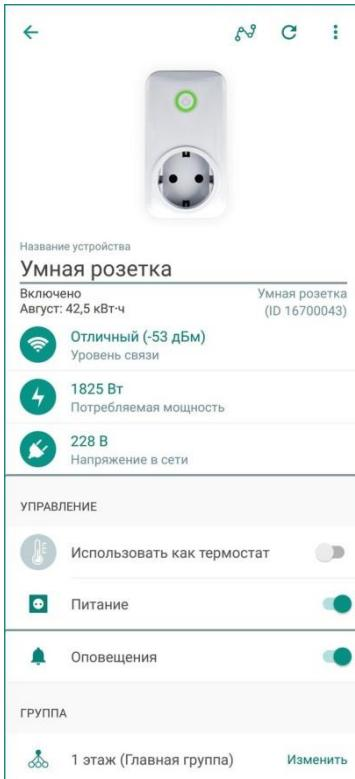

Рисунок 12.1 – Экран настройки
1. В приложении на экране настройки розетки (в строке *Уровень связи*, см. рисунок 12.1).
Текущие уровень связи розетки с хабом отображается на экране настройки розетки (см. рисунок 12.1):
Настройки работы розетки могут быть изменены на экране настройки розетки (см. рисунок 12.1):
На экране настройки розетки (см. рисунок 12.1) вы можете отключить push-оповещения о включении и выключении розетки. В этом случае записи о работе розетки будут сохраняться только в Журнале событий и в разделе Статистика (см. п. 13).